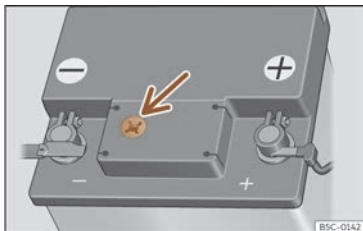

Abb. 201 Sichtfenster an der Oberseite der 12-Volt-Fahrzeugbatterie (Prinzipdarstellung).
- Prüfen Sie die Farbanzeige im runden Sichtfenster an der Oberseite der Batterie >>> (Abb. 201).